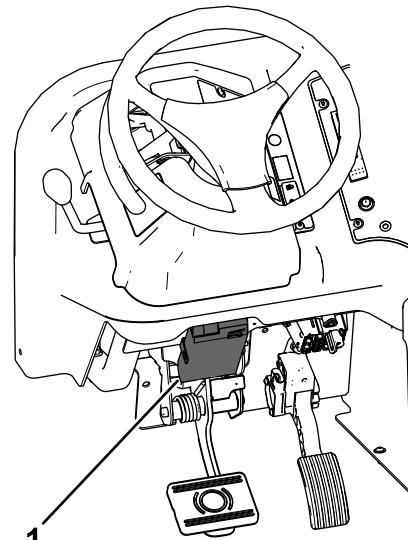

図 61
- ブレーキコントローラを、走行ペダルやブレーキペダルよりも高い位置に取り付ける図 61。ブレーキ能力がアタッチメントの負荷に最も合うようにコントローラを調整する。